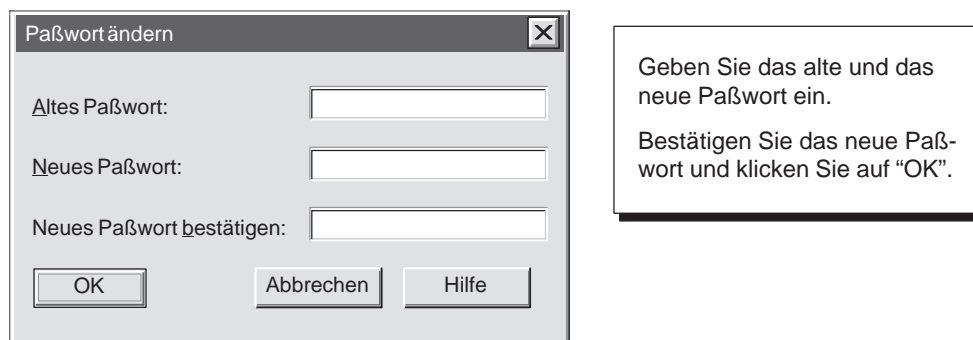

Bild 4-22 Ändern des Paßworts für WinLC
4. Geben Sie folgende Angaben im Dialogfeld "Paßwort ändern" ein (siehe Bild 4-22):